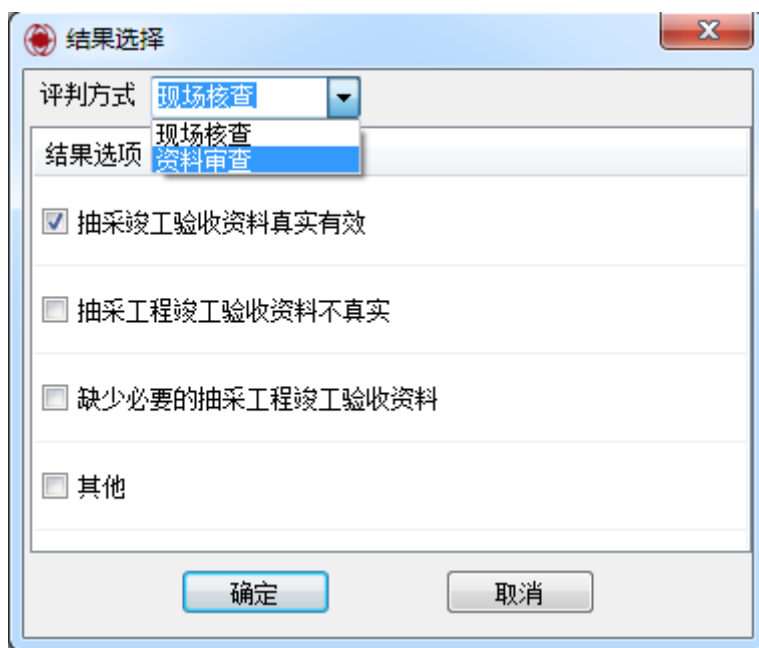

图 4-12 瓦斯抽采工程验收资料结果对话框
2. 点击“确定”将出现图 4-12 所示瓦斯抽采工程验收资料结果对话框。